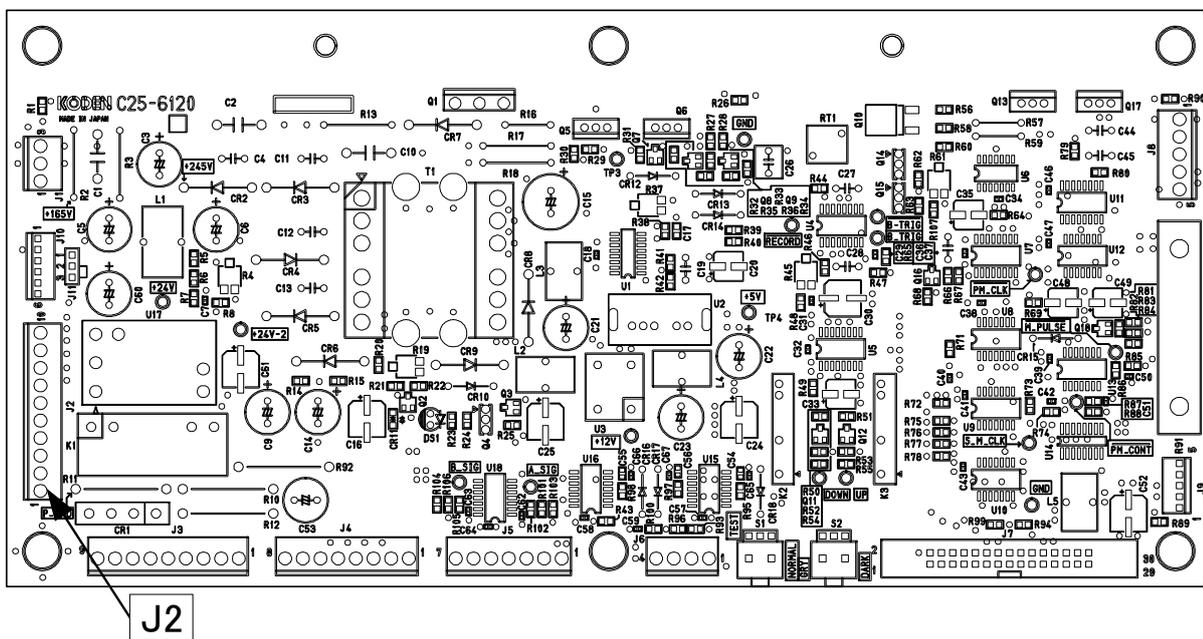

図 4.3 C25-6120 J2 配置説明図
3. C25-6120 の J2-1、3 ピン間の電圧をテスターで測定してください。J2 のコネクタは接続した状態で測定してください。(図 4.3 参照)